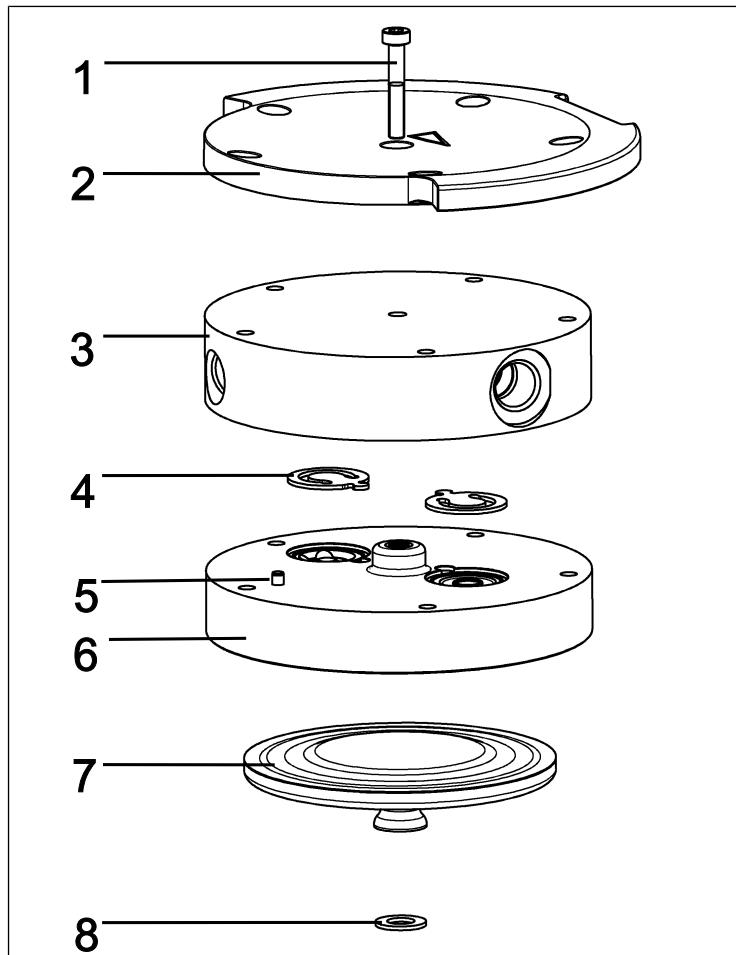

Afb.12: Afschermingskap demonteren
3. Draai de wartelmoer van de slangverbinding (**5**/Afb. 12) op de condensator los.
4. Zet de greep (**1**/Afb. 12) in een verticale positie.
5. Draai de beide schroeven (**2**/Afb. 12) van de afscher-
mingskap (**3**/Afb. 12) los.
6. Verwijder de afschermingskap (**3**/Afb. 12).
7. Draai de 10 kopschroeven aan de buitenzijde (**4**/Afb. 12)
1. Markeer de drukplaat (2), het kopdeksel (3) en de tussenplaat (6) met een doorlopende potloodstreep. Daardoor wordt verhinderd dat de onderdelen later verkeerd gemonterd worden.
2. Verwijder de schroeven aan de buitenzijde (4/Afb. 12) van de pompkoppen.
9. Steek de 10 schroeven aan de buitenzijde (**4**/Afb. 12) in de pompkop en draai ze kruislings vast (aanhaalmoment: SH/SR820G: 4 Nm; SR/SR840G: 5 Nm)
i Indien de schroeven aan de buitenzijde (**4**/Afb. 12) zich niet in de pompkop laten inzetten, draait u de kopschroef aan de binnenzijde (**1**) los en controleert u de zitting van het kopdeksel (**3**) op de tussenplaat (**6**).
11. Draai de wartelmoer van de slangverbinding (**5**/Afb. 12) op de condensator (**2**/Afb. 3) handvast vast.
1. Monteer de afschermingskap (3/Afb. 12).
2. Haal de schroeven (2/Afb. 12) van de afschermingskap (3/Afb. 12) aan (aanhaalmoment: 2 Nm).